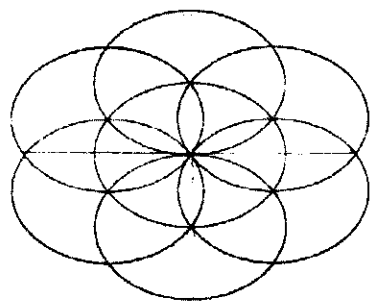

Рис. 2
2. По схеме разметки рис. 2 разработать и изготовить детали изделия.